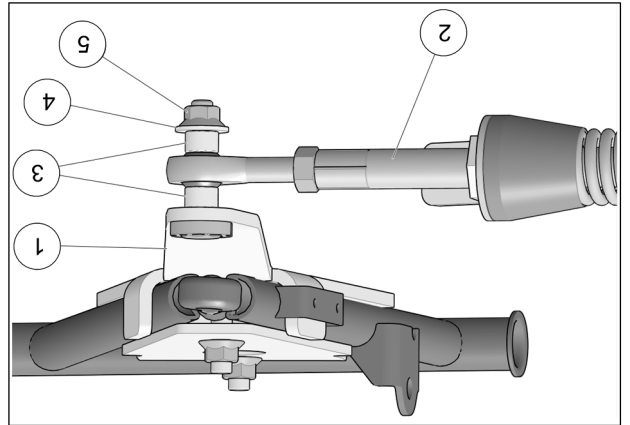

Fig. 19
8. Fixer le bras stabilisateur (2) à l'ancrage de suspension (1) à l'aide des deux espacateurs (3), de la rondelle (4) et de l'écrou autobloquant (5). Serrer à un couple de 70 N•m [52 lb•pi]. Voir la Fig. 19